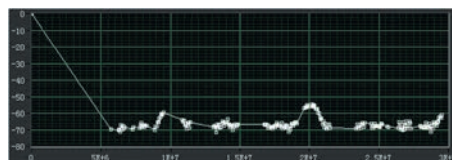

Рис. 34. Амплитудная коррекция с редактированием в ПО Ultra Spectrum
- Амплитудная коррекция (рис. 34);